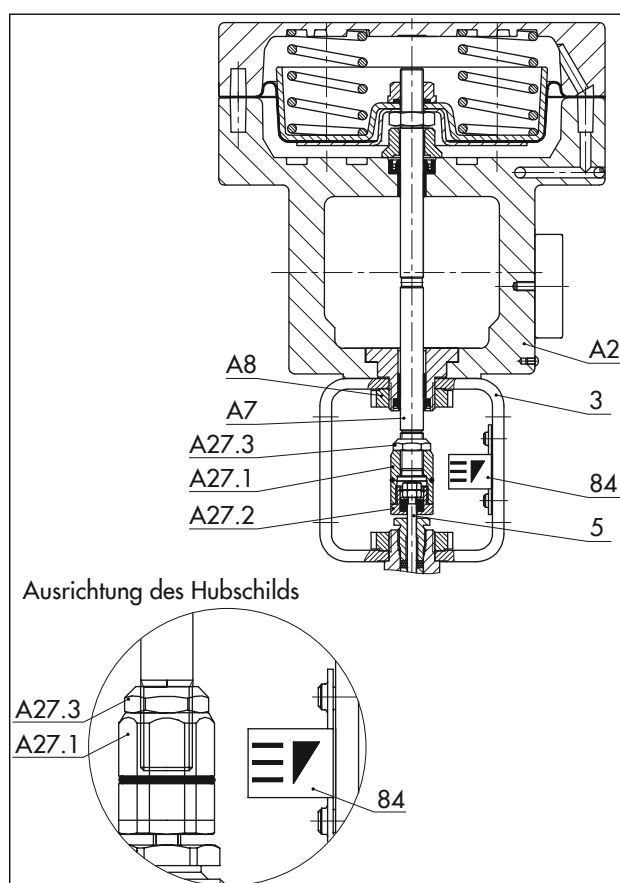

Bild 13: Pneumatischer Antrieb Typ 3277 an Mikroventil Typ 3510
Vgl. Bild 13
9. Hubschild (84) so ausrichten, dass die unterste Linie auf dem Hubschild auf Höhe des O-Rings an der Kupplungsmutter ist, vgl. Bild 13.